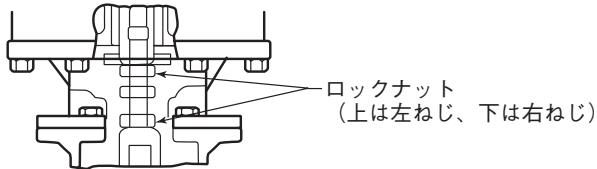
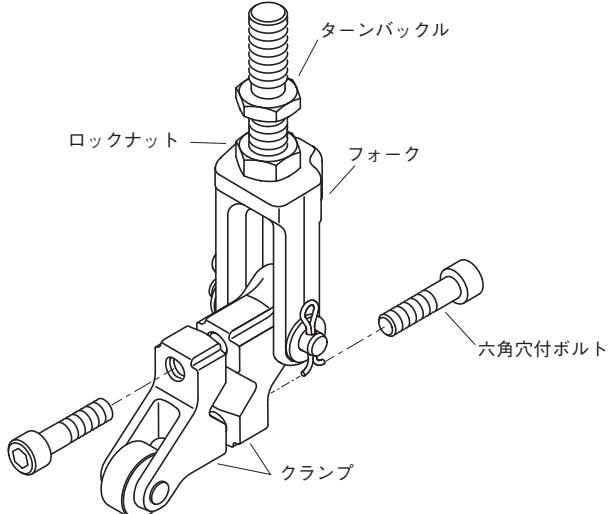
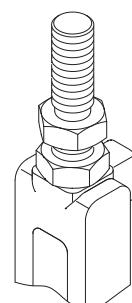

図4-2
図4-4
図 4-13
- 【2】 ターンバックルのロックナットを緩めて\*ねじ戻します。(図4-2、図4-4参照)
◎逆作動弁のときは、ターンバックルを左回し(図4-2の位置から見て)
- [4] フォークとバルブシステムを連結しているクランプの六角穴付ボルトを外して分解します。(図4-4参照)
- [4]** クランプをバルブシステムに固定する場合はその前にターンバックルとフォークロックナットの間隔が約18 mmになるようにしてください。(図4-4、図4-13 参照)